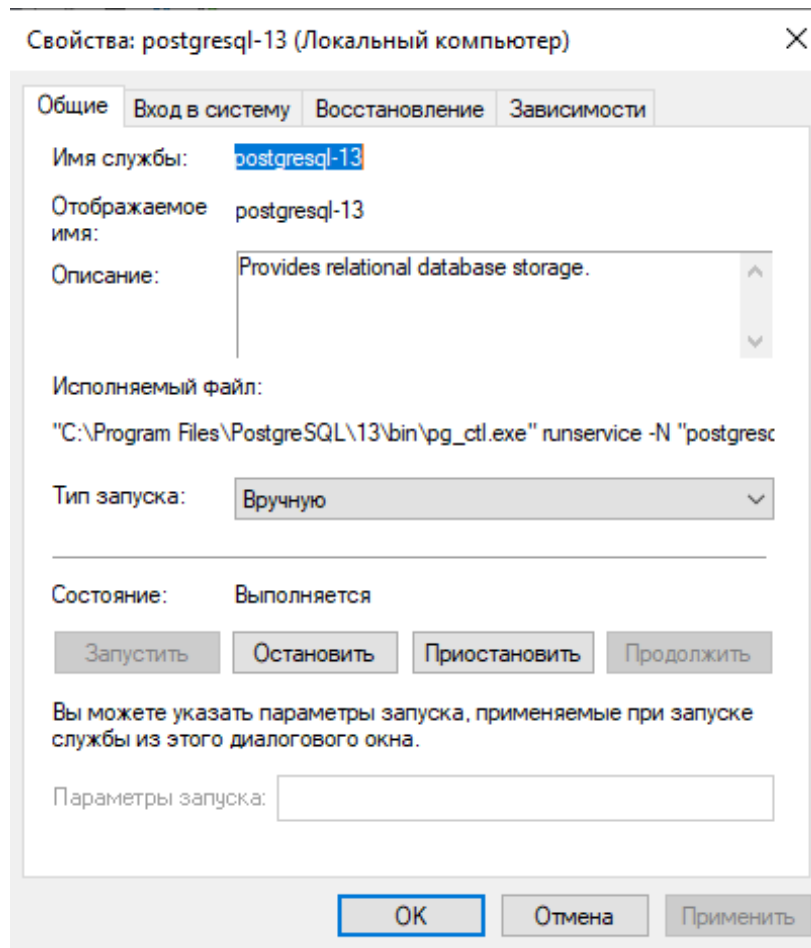

Рисунок 11 - Тип запуска службы postgres
12. В службах Windows у службы postgres установите тип запуска "Вручную" (Рисунок 11).